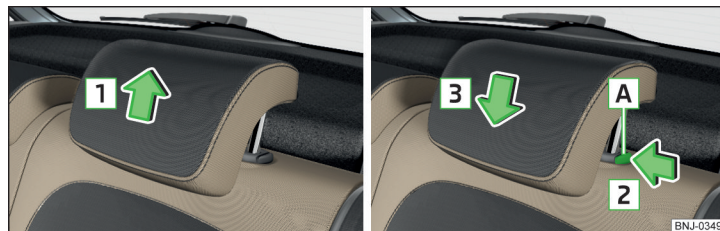

Abb. 73 Höhe der Kopfstütze einstellen
- Die Stütze fassen und **nach oben** in Pfeilrichtung **1** verschieben » Abb. 73.